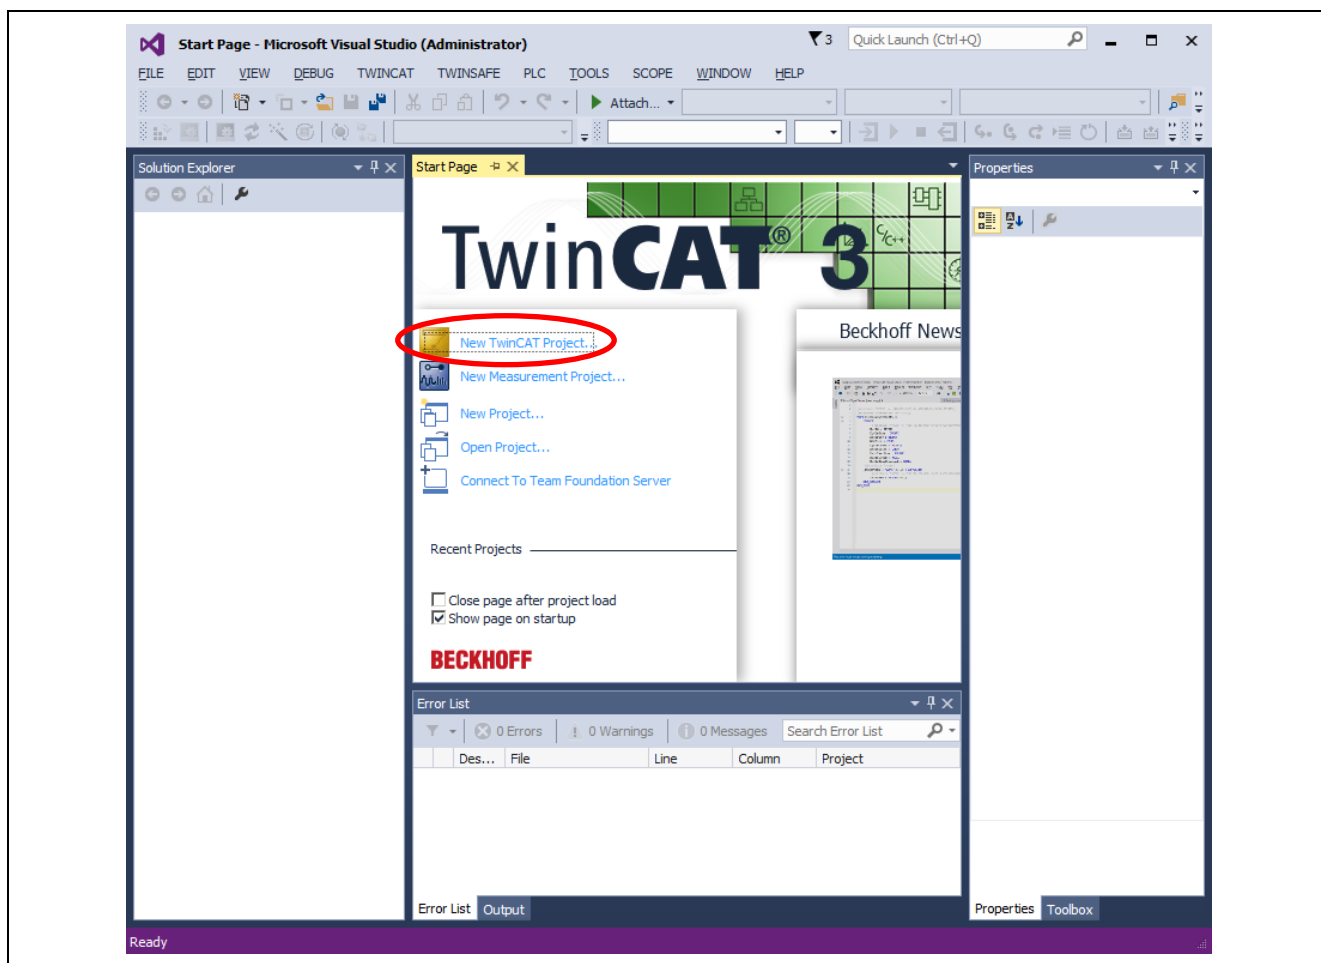

図 4.1 TwinCAT®3 起動画面
(1) 以下のいずれかの方法で“TwinCAT XAE”プログラムを起動します。
(2) プログラムが起動したら、図 4.1 に示すように [New TwinCAT Project] を選択し、新規 TwinCAT XAE プロジェクトを作成します。新規プロジェクトの作成には数 10 秒かかります。画面右下のプログレスバーで進捗状況を確認できます。